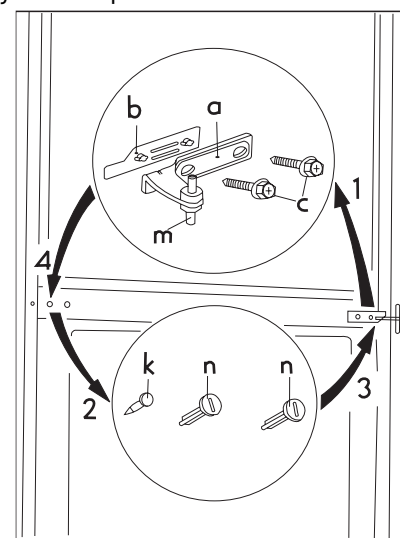

рис. 2
- Откройте двери и демонтируйте двойной держатель двери (a, b) путем вывинчивания и извлечения обоих винтов (c) (рис. 2).
- Извлеките двойной держатель двери (a, b, c) из корпуса холодильника легким покачиванием обеих дверей. Не забудьте вытащить также пластмассовую подкладку (b) под держателем двери (рис. 2).
- Извлеките левые покровные штифты (n, k, 3 шт.) двойного держателя двери и установите их снова на другой стороне (рис. 2).
- Вставьте болт (m) двойного держателя двери в левое отверстие двери морозильной камеры (рис. 2).